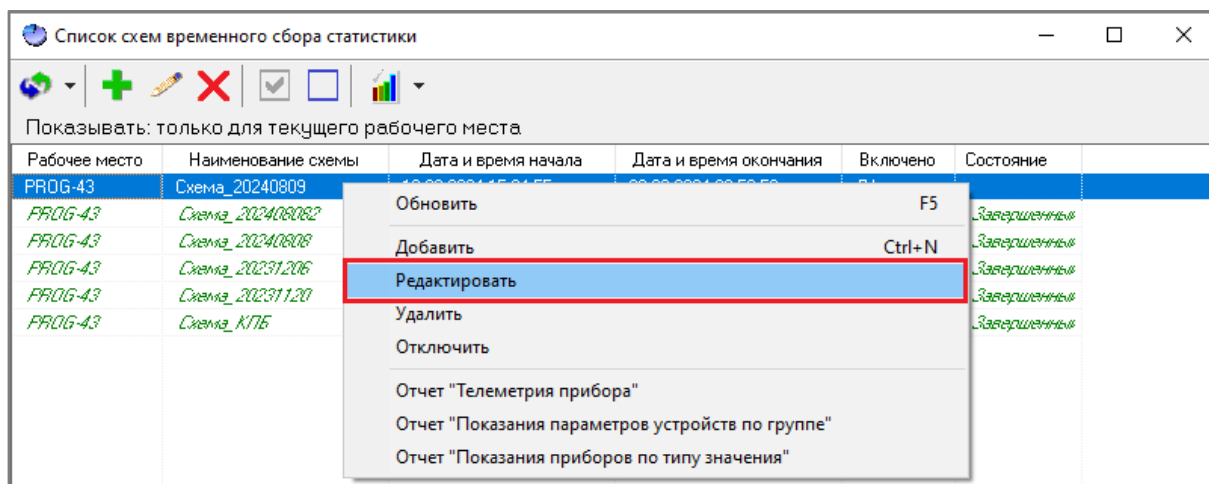

Рисунок 12-118 Редактирование схемы ВСС через контекстное меню области списка схем ВСС окна "Список схем временного сбора статистики"
- либо вызовите контекстное меню области списка схем ВСС (см. п. 12.6.1.2.1) окна «Список схем временного сбора статистики» и выберите в нем пункт «Редактировать» (см. Рисунок 12-118).